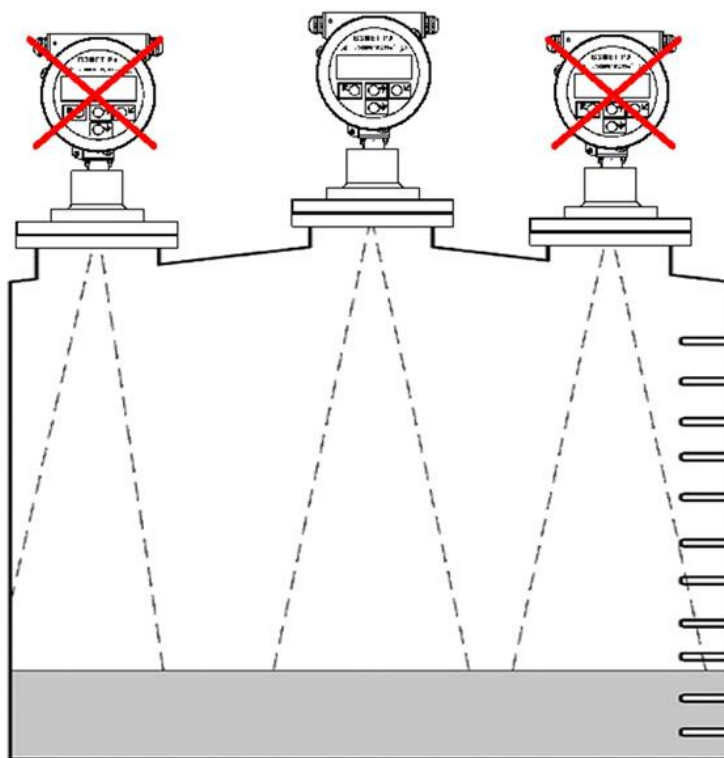

Рис.2 - Установка прибора на резервуар с конструктивными элементами.
4.1.3.1 Устанавливать прибор таким образом (рис.2), чтобы в зоне измерения не было предметов или конструкций, создающих помехи распространению радиолуча (трубы, арматура, мешалки, стенки резервуара и пр.).